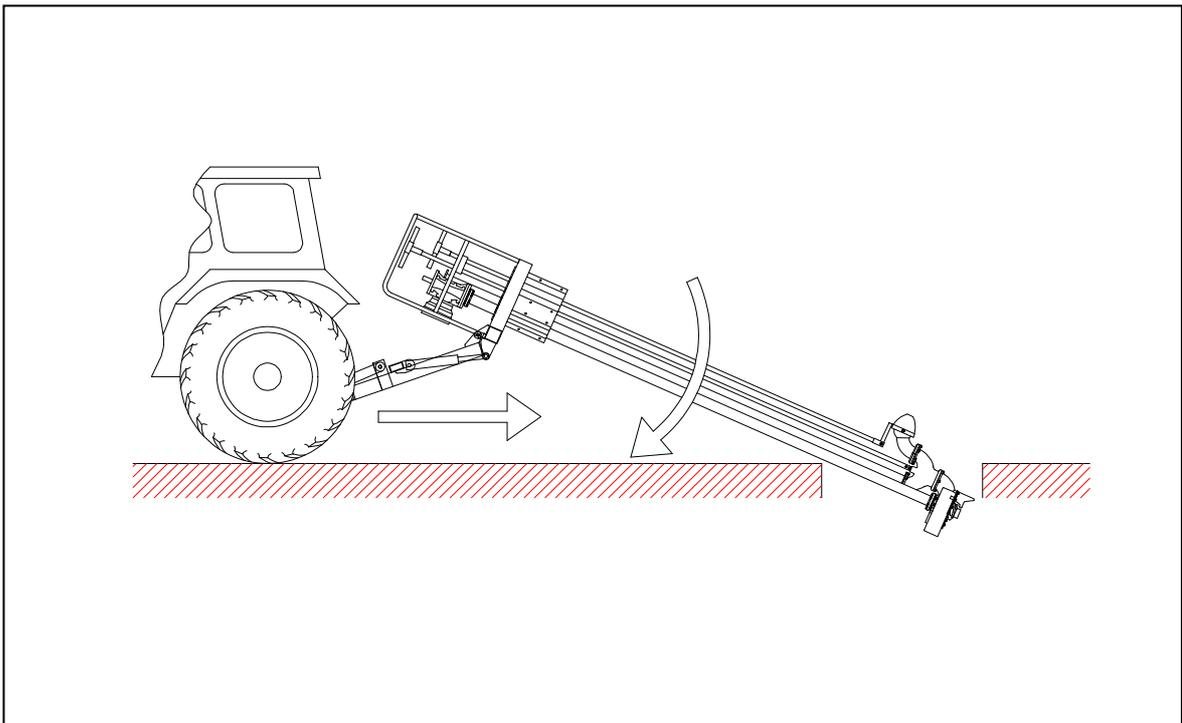
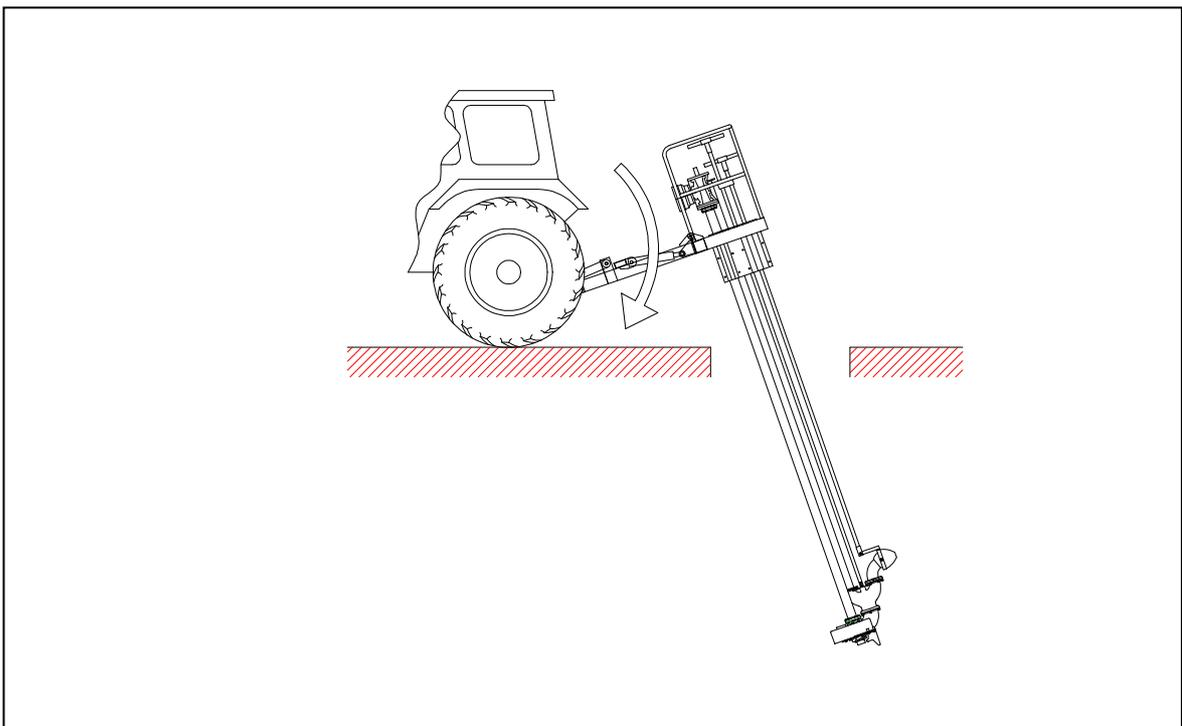

Bild 3
Bild 4
- Mit der Schwenkhydraulik die Pumpe vorsichtig in die Grubenöffnung einführen. Vorher muß die Dreipunkthydraulik des Schleppers bis zum oberen Anschlag verfahren werden. (Achtung: mögliche Kollisionsgefahr mit offenem Heckfenster des Schleppers, etc!) (siehe Bild 3) Beim weiteren Einsetzen der Pumpe muß die Schwenkhydraulik, bei gleichzeitigem Verfahren des Schleppers in Richtung der Grubenöffnung abgesenkt werden. (siehe Bild 4 und 5)